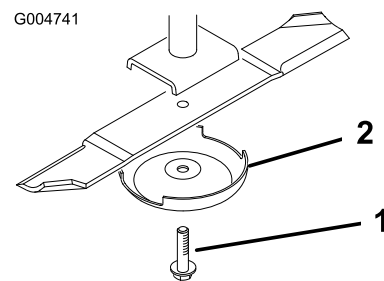

Рисунок 85
3. Снимите болт ножа, защитный колпак и нож с вала шпинделя (Рисунок 85).